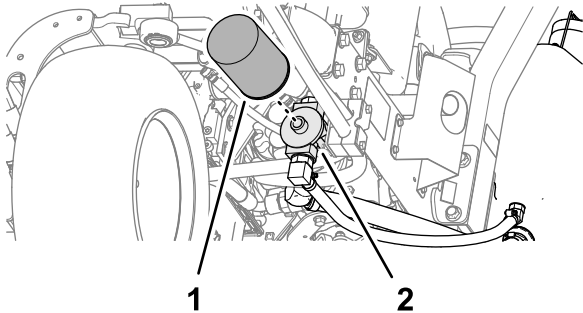

Bild 92
2. Reinigen Sie den Anbaubereich des Filters. Stellen Sie eine Auffangwanne unter den Filter (Bild 92) und entfernen den Filter.